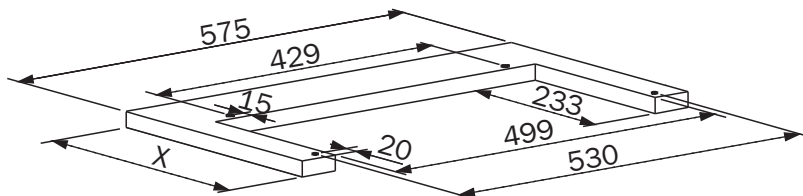

Рис. 1
1. Подготовьте деревянную панель навесного шкафчика для установки вытяжки согласно размеров (Рис. 1). («X» – ширина навесного шкафчика)